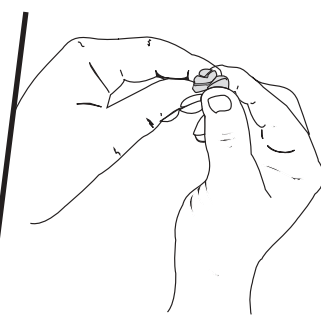

Fig. 51
5. Pressez le filtre pour répartir et drainer l'excédent d'huile (Fig. 51).